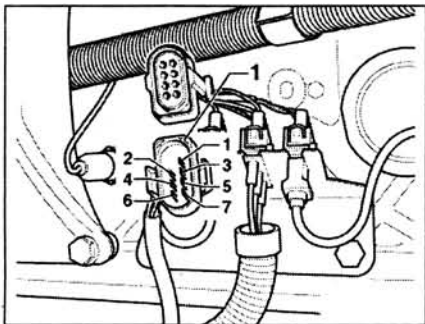

Рис. 3.28. Измерьте сопротивление между контактами 4 и 7 разъема проводки 1 топливного насоса.
8. Измерьте сопротивление между контактами 4 и 7 разъема проводки 1 топливного насоса (рис. 3.28).